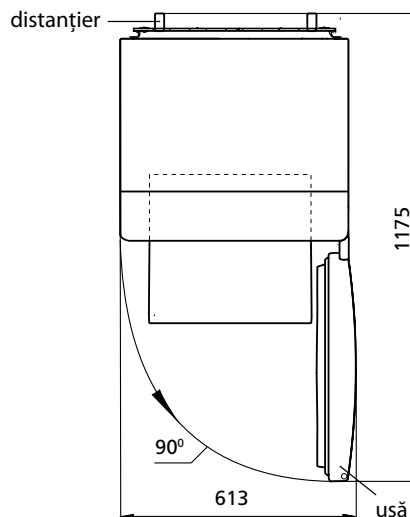

Figura 2 – Frigider (vedere de sus)
**1.3** Spațiul total necesar pentru funcționarea frigiderului se determină de dimensiunile de gabarit, indicate în milimetri în figura 2. Pentru extragerea liberă a pieselor de completare din frigider este necesar de deschis ușa la unghiul nu mai mic de 90°.